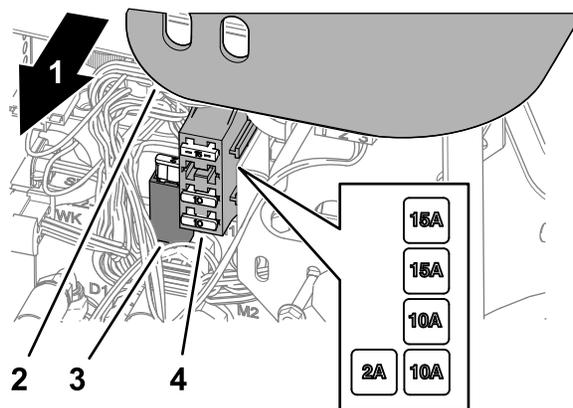

Figure 75
1. Soulevez le couvercle du bras de commande (Figure 75).
2. Localisez le fusible ouvert dans le porte-fusibles ou la boîte à fusibles (Figure 75).
4. Posez le couvercle sur le bras de commande (Figure 75).